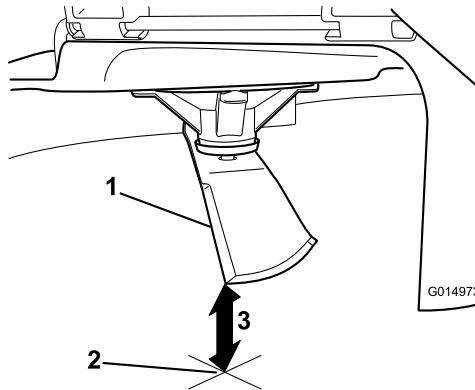

Рисунок 69
- Измерьте расстояние от конца ножа до плоской поверхности (Рисунок 69).